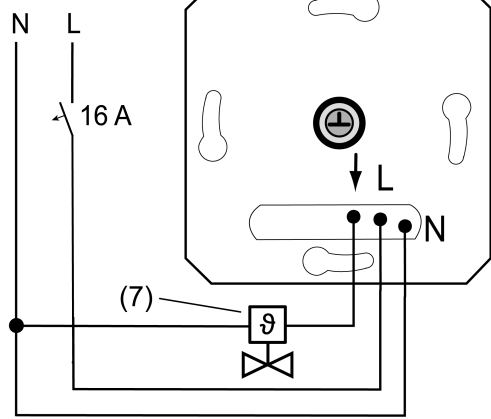

Bild 2: Anschlussbeispiel des Einsatzes
- Elektrothermischen Stellantrieb (7) an Einsatz (1) gemäß Anschlussplan (Bild 2) anschließen. Leiterquerschnitte beachten (Bild 3).